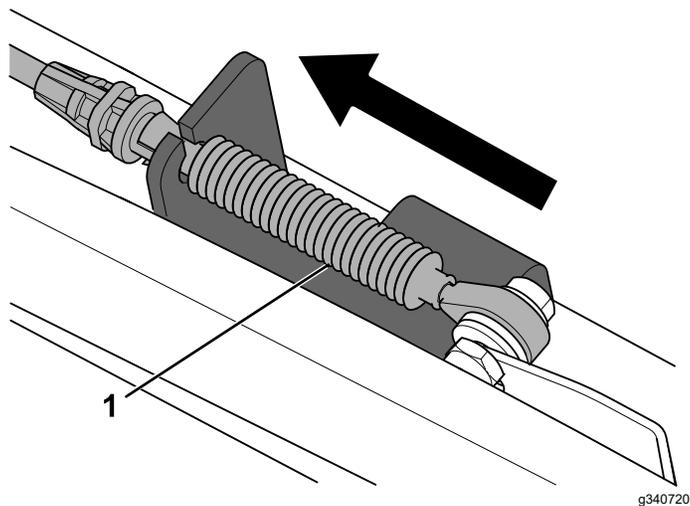

Figura 14
- 10. Deslice el soporte hacia adelante hasta que el cable esté tensado (**Figura 14**).